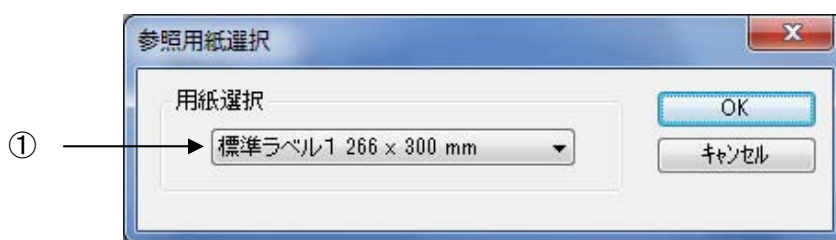

図 1.7.7 参照用紙選択画面
- ⑧チェックしておくことにより、「用紙登録」を選択した際の初期値に、「用紙名」に表示されている用紙の設定値を適用します(フリーサイズの設定値は適用できません)。
- ⑨「用紙名」に表示されている登録済み用紙を削除します。
- ⑩「フリーサイズ」用紙の編集をします。図1.7.7に示す画面が表示されます。
- ①各設定値を登録済みの用紙から参照します。クリックすることにより、図 1.7.7 に示す画面が表示されます。